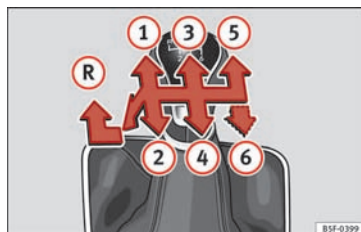

Fig. 42
De enkelte gears positioner er vist på gearstangen » Fig. 42.
- Sæt gearstangen i frigear, tryk den nedad og helt til venstre, og skub den herefter helt frem for at sætte bilen i bakgear » Fig. 42